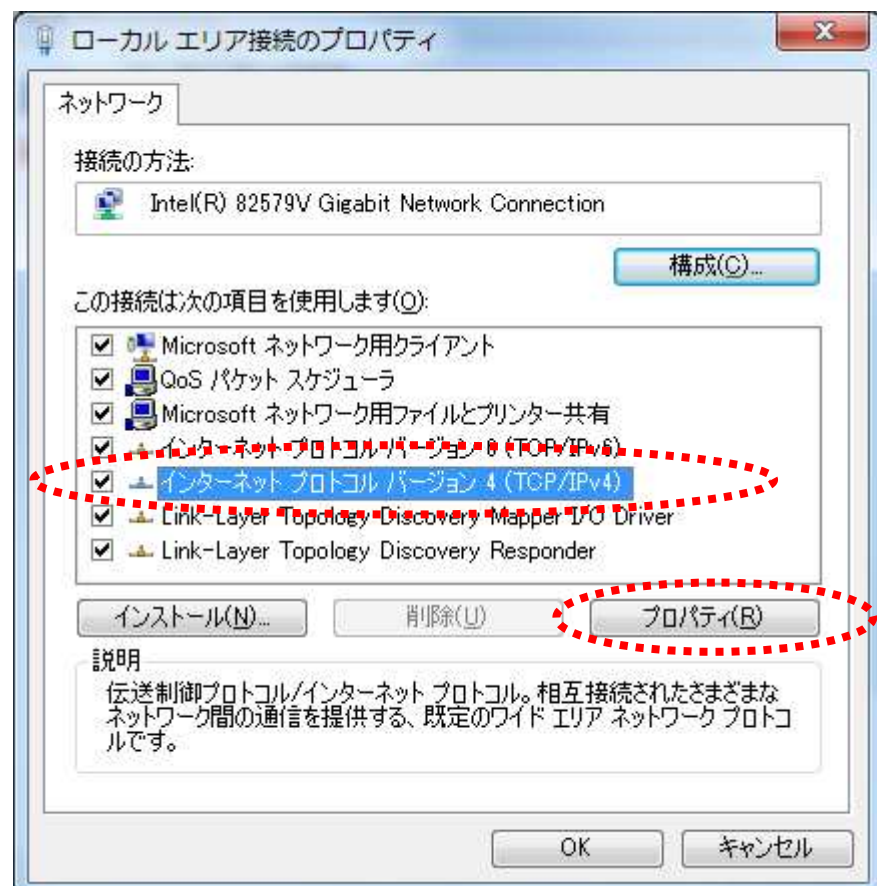

図 4.4 ローカルエリア接続のプロパティ画面
- ⑤「ローカルエリア接続のプロパティ」の画面（図 4.4）が表示されますので、「インターネットプロトコルバージョン 4(TCP/IPv4)」を押し、さらに「プロパティ（R）」を押してください。
- ⑦「ローカルエリア接続のプロパティ」の画面（図 4.4）に戻りますので、「閉じる」を押してください。「×」ボタンを押して「コントロールパネル」を閉じてください。